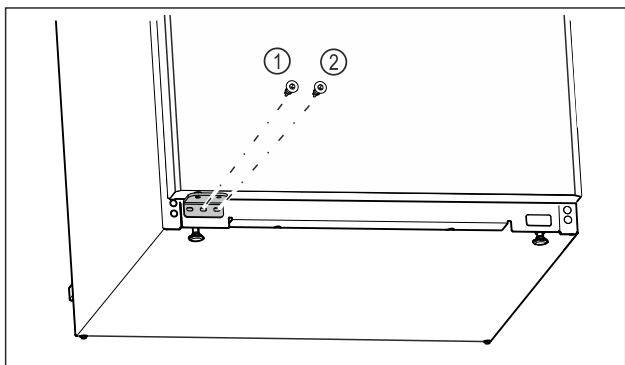

Fig. 23
- Utáhněte prostřední šroub stojanu ložiska Fig. 23 (1) šroubovákem Torx 20.
- Utáhněte vnitřní šroub stojanu ložiska Fig. 23 (2) šroubovákem Torx 20.